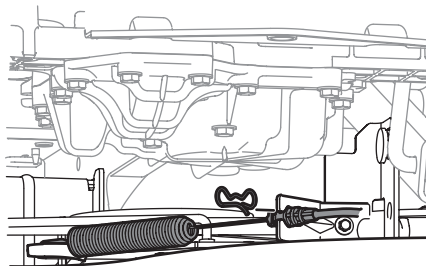

Figure 4-11
7. Retirez la goupille qui fixe le câble de la prise de force au support sur le plateau de coupe, faites glisser le câble de la prise de force et décrochez le ressort du support de la poulie de tension. Voir Figure 4-11.